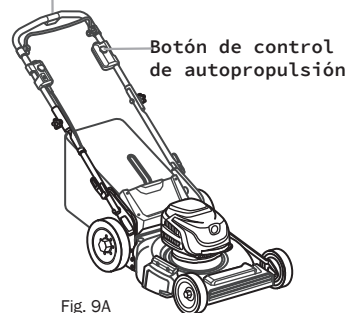

Fig. 9A
1. Cuando su cortadora de césped esté funcionando, presione el botón de control de autopropulsión. Esto hará que el cortacésped avance automáticamente al cortar. (Fig. 9A)